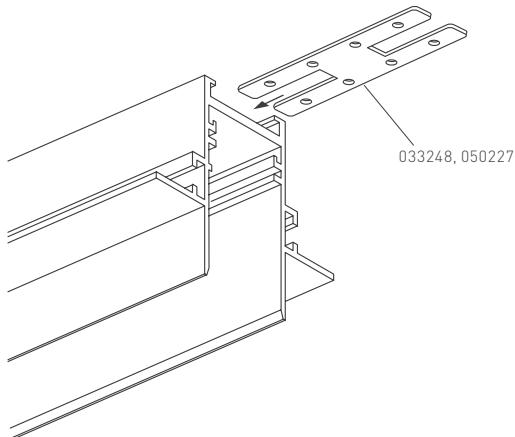

Рис. 3. Установка коннекторов для системы MAG-25
- 3.12. Установите в пазы шинопровода прямой коннектор MAG-CON-25-UP (арт. 033248, 050227) на половину их длины и закрепите установочными винтами из комплекта поставки [см. рис. 3]. Предварительно снимите торцевую заглушку в случае ее наличия. Ответную часть коннектора установите в соответствующие пазы другого шинопровода и/или коннектора и закрепите установочными винтами.